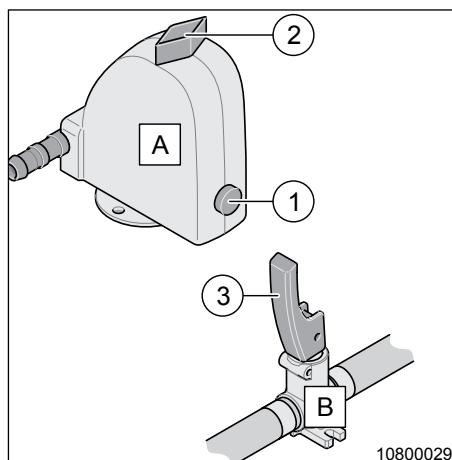

Fig. 57 Robinet de vidange du chauffe-eau
→ Positionner le culbuteur (Fig. 57, pos. 3) du robinet de vidange (Fig. 57, pos. B) uniquement verticalement ou horizontalement. Ne pas le tourner ! Le fait de tordre le culbuteur risque d'endommager le robinet de vidange et va le rendre non étanche.
1. Positionner la manette bleue (Fig. 57, pos. 2) sur le robinet de vidange (Fig. 57, pos. A) transversalement.
2. Appuyer sur (Fig. 57, pos. 1) et la verrouiller simultanément (Fig. 57, pos. 2).
3. Fermer le robinet de vidange (Fig. 57, pos. B). Pour ce faire, mettre le culbuteur (Fig. 57, pos. 3) à l'horizontale.
6. Ouvrir le robinet de décharge (Fig. 57, pos. A). Pour cela, placer la manette (Fig. 57, pos. 2) en position longitudinale.
7. Ouvrir le robinet de décharge (Fig. 57, pos. B). Pour cela, placer le levier basculant (Fig. 57, pos. 3) verticalement.